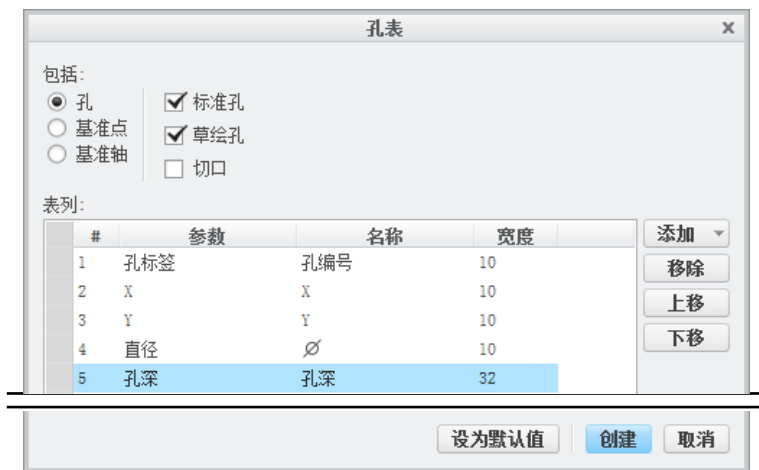

图 7.2.2 添加“孔深”参数
(2) 单击“孔表”对话框右部的 **添加** 按钮，再依次选择 **参数** **输入名称** 选项，在 **表列** 区域的新增文本框中输入“孔深”（图 7.2.2），按 Enter 键结束。